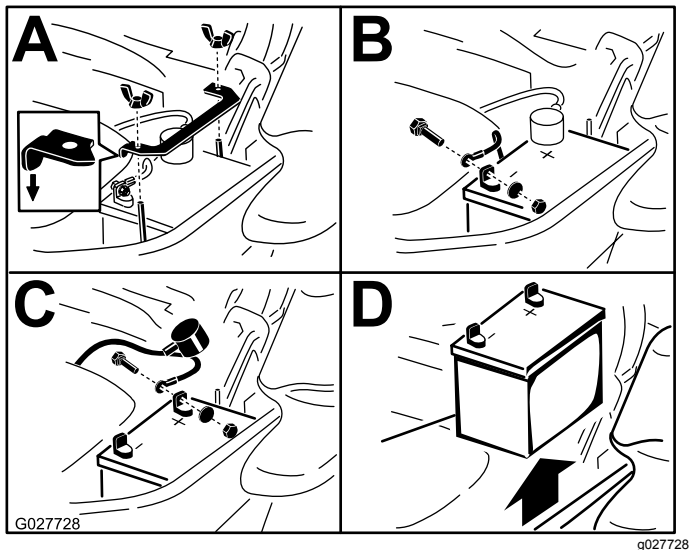

Figure 55
- Commencez par débrancher le câble négatif (noir) de la borne négative (-) (noire) de la batterie (Figure 55).
- Enlevez le capuchon rouge de la borne positive (rouge) de la batterie et débranchez le câble positif (+)(rouge) (Figure 55).
- Retirez l'écrou à oreilles qui fixe la barrette de maintien de la batterie (Figure 55).
- Déposez la barrette de maintien (Figure 55).
- Placez la batterie dans son support en tournant les bornes à l'opposé du réservoir hydraulique (Figure 55).
- Fixez les câbles avec 2 boulons, 2 rondelles et 2 contre-écrous (Figure 55).
- Reposez la barrette de maintien et fixez-la avec l'écrou à oreilles (Figure 55).